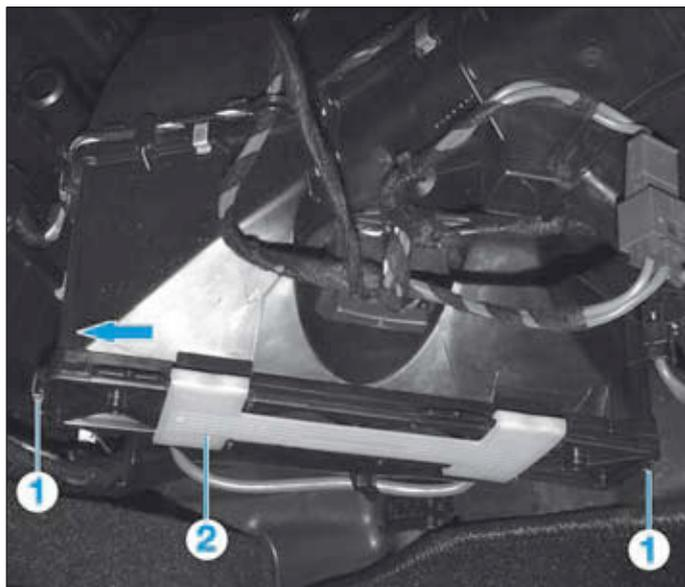

FIG. 1
- A l'aide d'un tournevis plat, faire levier afin de libérer les agrafes (1) (Fig.1).
- Faire glisser le tiroir de blocage (2) vers la gauche (flèche).